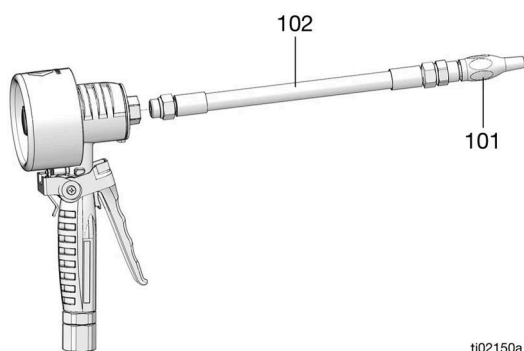

ABB. 10
2. Das Materialabsperrenteil (L) schließen.
3. Die Düse (101) und die Verlängerung (102) entfernen (ABB. 10).